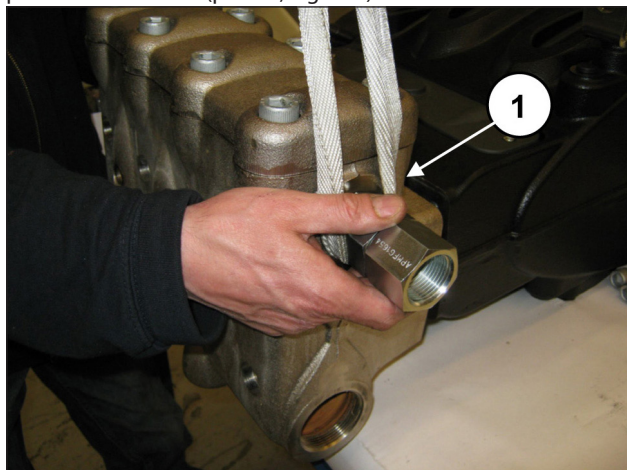
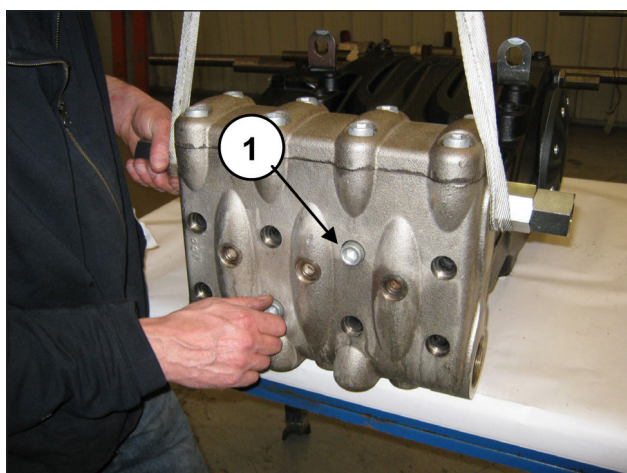

Fig. 129
Fig. 130
Monte o cabeçote no carter da bomba (pos. ①, Fig. 129), prestando atenção para não bater nos pistões e solte os oito parafusos M16x180 (pos. ①, Fig. 130).